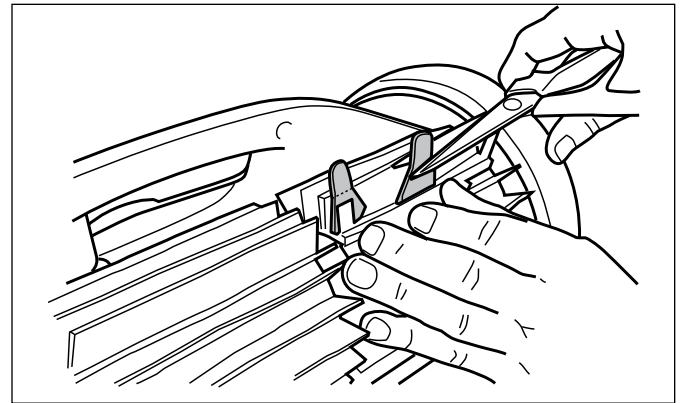

Figura 34. Corte las trabillas
5. Utilice tijeras para cortar las trabillas a 3/4 de pulgada de la base para que no queden más grandes que las espigas (Figura 34).